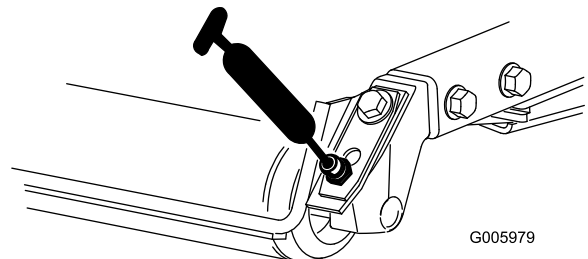
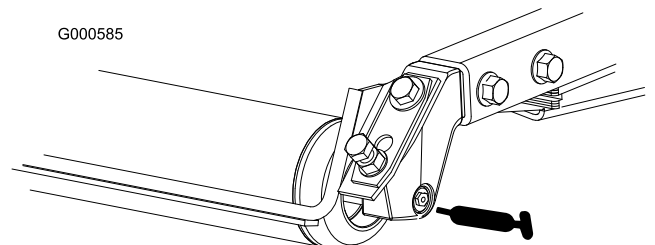

Figure 29
Figure 30
- Roulements de rouleau arrière (2 par plateau de coupe) (Figure 29 ou Figure 30)
Remarque: Sur les rouleaux équipés de graisseurs encastrés (Figure 30), un adaptateur est nécessaire pour la pompe à graisse. Vous pouvez le commander chez les distributeurs Toro agréés (Réf. 107-1998).